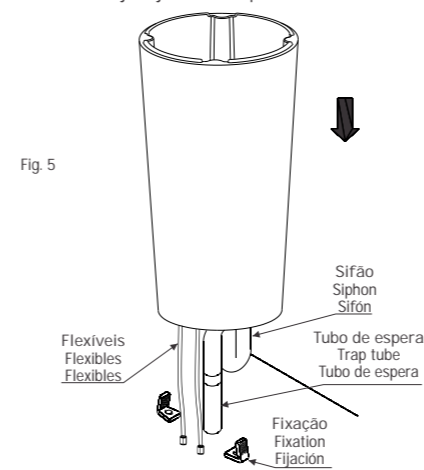

Fig. 5
- 6** Colocar a coluna em sua posição de instalação, verificar o nivelamento e fixá-la com as buchas plásticas e parafusos de fixação lateral (Itens 04 e 05), e colocar os acabamentos (Itens 06). Fig. 5.
Fit the column to the installation position, check the leveling and fix it with the plastic bushings and screws (items 04 and 05), and fit the finishings (item 06). Fig. 5.
Poner la columna en la posición de instalación, comprobar la nivelación y fijarla con los bujes plásticos y tornillos de fijación lateral (itens 04 y 05), y poner los acabados (item 06). Fig. 5.